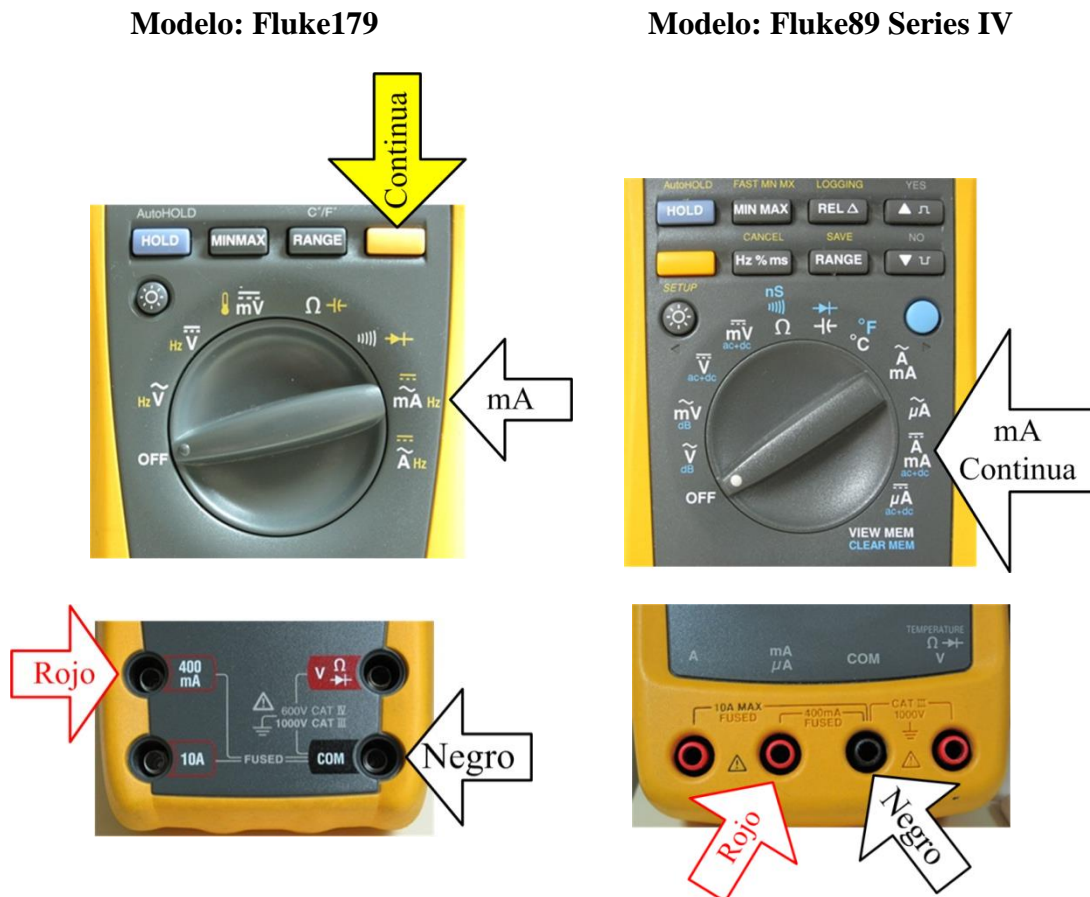

Figura 18
B.- Para medir la corriente I_{FA} utilice el multímetro como amperímetro. La figura 18 muestra cómo configurar el multímetro de su puesto para realizar medidas de corriente en continua. *La fuente deberá entregar 10V y tener limitada su corriente máxima a 100 mA.* **Mida** la corriente I_{FA} y **anote** el valor obtenido en la siguiente tabla **comentando** el resultado en caso de desviación significativa respecto al valor teórico.